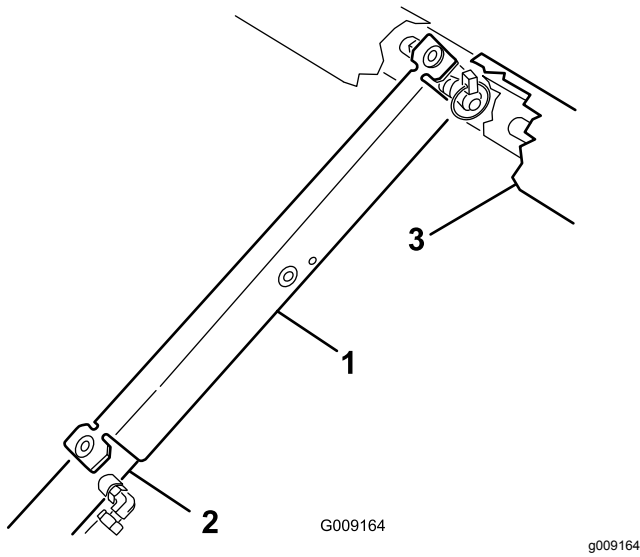

Bild 89
8. Schieben Sie die Ladepritschenstütze auf die Zylinderstange. Achten Sie darauf, dass die Nasen der Stützenenden auf dem Ende der Zylindertrommel und auf dem Ende der Zylinderstange aufliegen (Bild 89).